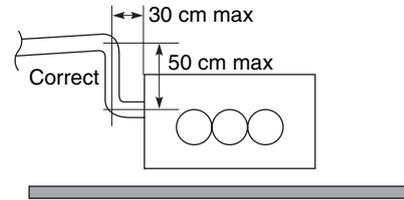

Fig. 3-91
- **Si vous devez rehausser le tube d'évacuation, vous pouvez le surélever de 50 cm maximum, pas plus, sinon vous provoquerez des fuites d'eau. (Fig. 3-91)**